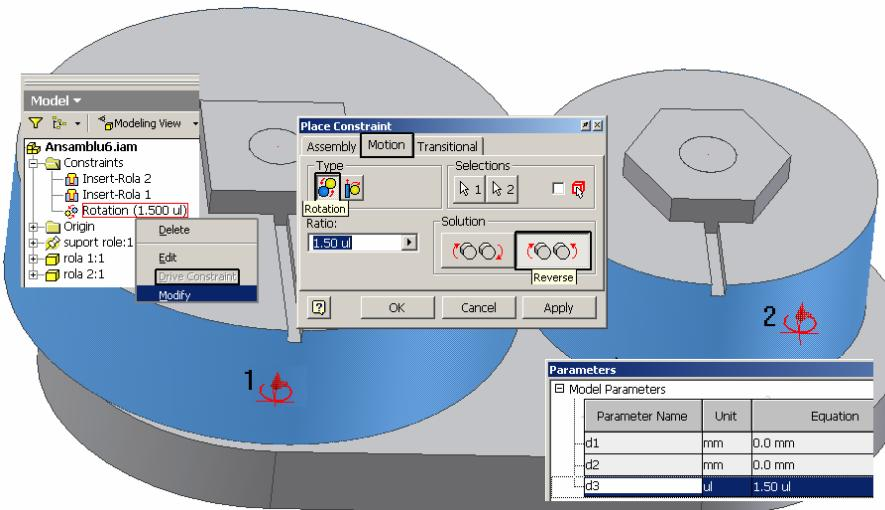

Figura 3.6.9.
- constrângere – **Motion**, aliniere **Type - Rotation, Solution – Reverse** suprafața laterală cilindru **Rola 2** cu suprafața laterală cilindru **Rola 1** – lansare comandă **Constraint**, click punctul 1, click punctul 2, butonul **Apply**, figura 3.6.9. În urma operației, câmpul **Ratio** va fi completat automat cu valoarea 1.5 (raportul razelor celor din cilindrii). Dacă se punctează icoana **Parameters** din panelul **Part Features**, va apărea fereastra **Parameters**, figura 3.6.9, care conține parametrii dimensionali creați de Autodesk Inventor. Mărimea „**d3**” corespunde variabilei ce memorează rația **Ratio = 1.5** impusă prin constrângere. De asemenea panelul **Browser Bar**, afișat în modul **Modeling View**, este completat cu intrarea **Rotation (1.500 ul)**. Prin această constrângere, numărul de grade de libertate nu s-a modificat la nici una din role, dar acum mișcarea rolelor este corelată: mișcarea rolei 2 (1 rotație) generează mișcarea rolei 1 (1 ½ rotații), ceea ce se poate verifica prin „agățarea” rolei 2 și deplasarea cursorului mouse.
Constrângerea de tip **Motion** nu reduce numărul gradelor de libertate, ci impune numai un raport de corelare a mișările componentelor constrânse. Însă această mișcare corelată a rolelor poate fi comandată manual (pentru constrângeri tip **Motion**), deci nu beneficiază de opțiunea **Drive Constraint**, aceasta fiind inactivă, după cum rezultă din figura 3.6.9. Pentru a beneficia de opțiunea **Drive Constraint** vom impune o constrângere de tip **Angle**.